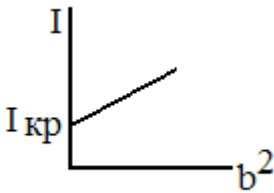

Рис. 3
Задание 3. 1) Рассчитайте (на отдельном листе) b^2 и МИ I по формуле (4) для каждого опыта и занесите в таблицу 4. 2) Постройте график зависимости $I=f(b^2)$. По графику определите $I_{кр}$ (крестовины) при $b^2=0$. График зависимости $I=f(b^2)$ имеет вид прямой (рис.3).